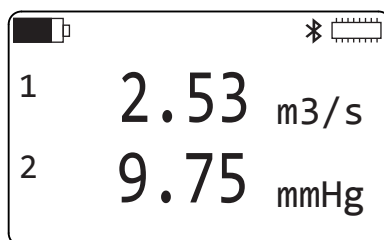

Figure 10
A partir de l'écran **Données de mesures** (voir Figure 10), appuyez 4 fois sur ► puis une fois sur ▼.
- A partir de l'écran **Données de mesures** (voir Figure 10), appuyez sur ►.